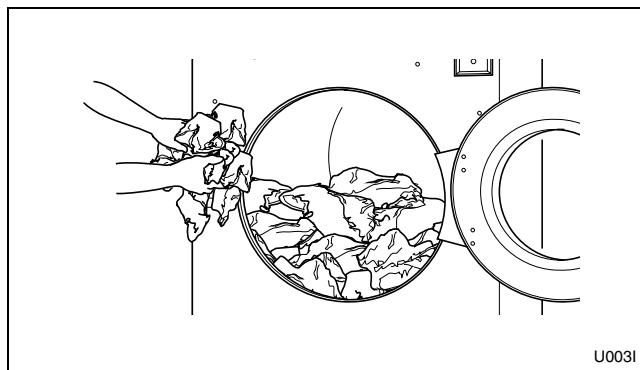

Figura 5
3. Cargue a máxima capacidad siempre que sea posible. NO SOBRECARGUE LA MÁQUINA. Consulte la Figura 5.